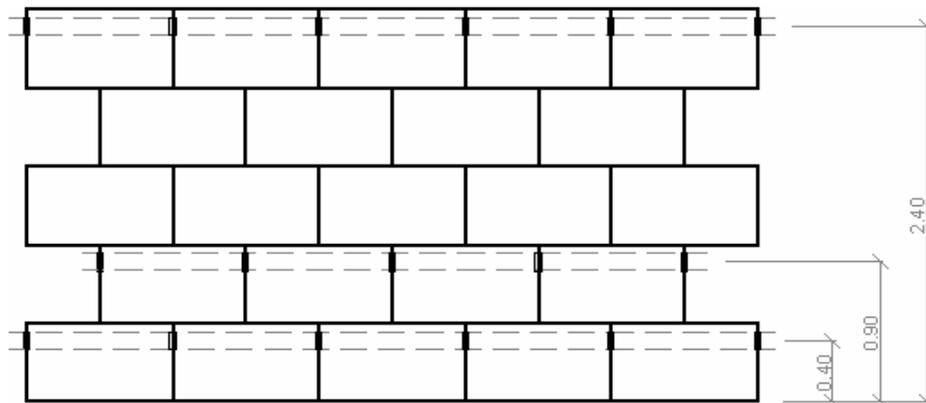

fig. 4
1. On doit préalablement connaître la hauteur du passage des différentes installations (courant, lumières, climatisation, ...), sa position plus courante étant (voir fig. 4):